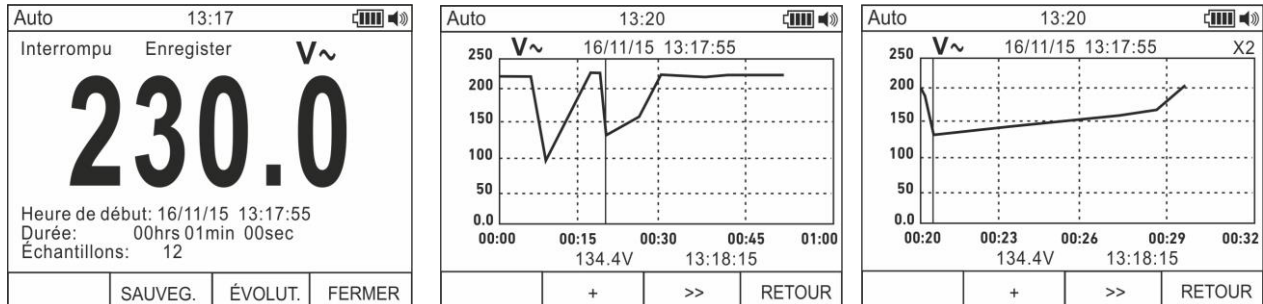

Fig. 11: Démarrage de l'enregistrement des données
9. L'instrument montre le temps restant et le nombre d'échantillons acquis en temps réel, et le message « Arrêté » au terme de l'enregistrement (voir Fig. 11 – partie gauche). Appuyer sur la touche **F4 (STOP)** pour arrêter l'enregistrement à tout moment
11. Appuyer sur la touche **F3 (TREND)** pour visualiser l'évolution de l'enregistrement (voir Fig. 11 – partie centrale)
12. Appuyer sur la touche **F4 (>>)** pour déplacer le curseur sur le graphique et sur la touche **F2 (+)** pour activer la fonction de Zoom du graphique en augmentant la résolution (le symbole « Xy » où y=max dimension zoom apparaît dans la partie en haut à droite de l'écran) (voir Fig. 11 – partie droite). Il est possible de réaliser des opérations de Zoom X1 sur **au moins 15 points de mesure**, X2 sur **au moins 30 points de mesure**, X3 sur **au moins 60 points de mesure** et ainsi de suite, pour un maximum de **6 opérations de Zoom**